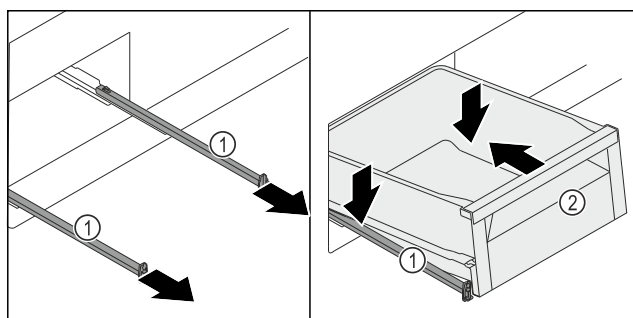

Fig. 135
- Estrarre le guide Fig. 135 (1).
- Mantenere fisse le guide Fig. 135 (1) e posizionare il cassetto Fig. 135 (2) in posizione obliqua inserendolo dall'alto sulle guide Fig. 135 (1).
- Inserire il cassetto Fig. 135 (2) sulle guide Fig. 135 (1) spingendolo all'indietro fino a battuta.